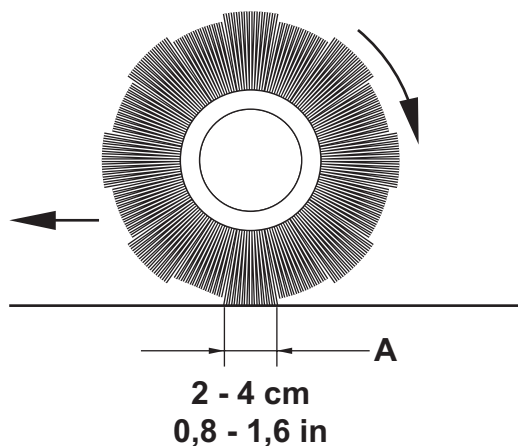

Рис. 6
- Измерьте ширину отпечатка главной щетки (А, Рис. 6) - она должна составлять от 2 до 4 см.
Если невозможно правильно отрегулировать отпечаток (А, Рис. 6), что вызвано различным давлением на землю по краям щетки, см. Руководство по обслуживанию.